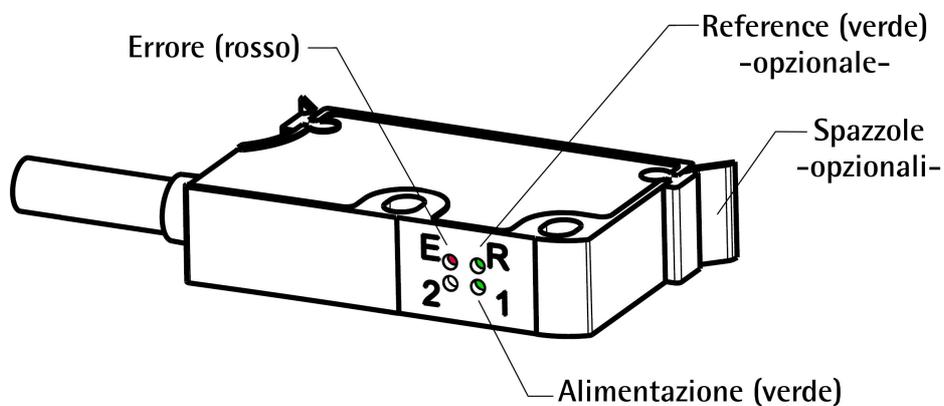

Figura 8 - LED di diagnostica e spazzole opzionali
4.10 LED di diagnostica (Figura 8)
Elenchiamo di seguito le cause tipiche di malfunzionamento riscontrabili durante l'installazione o l'uso del sistema di misura lineare magnetico. Riferirsi anche alla sezione "4.10 LED di diagnostica (Figura 8)" a pagina 23.